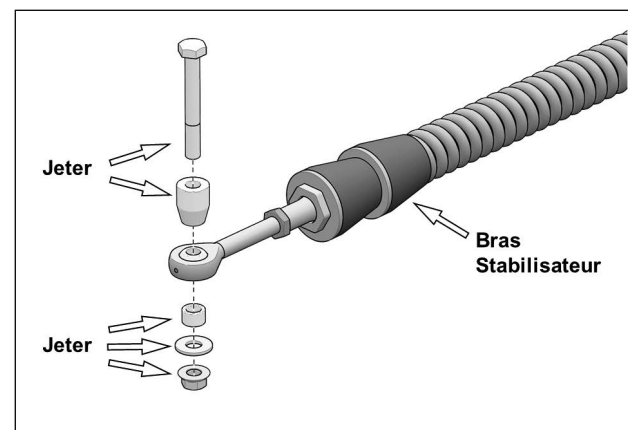

Fig. 3
- Retirer et jeter les boulons, rondelles, espaceurs et écrous positionnés aux rotules des bras stabilisateurs arrière. Voir la Fig. 3